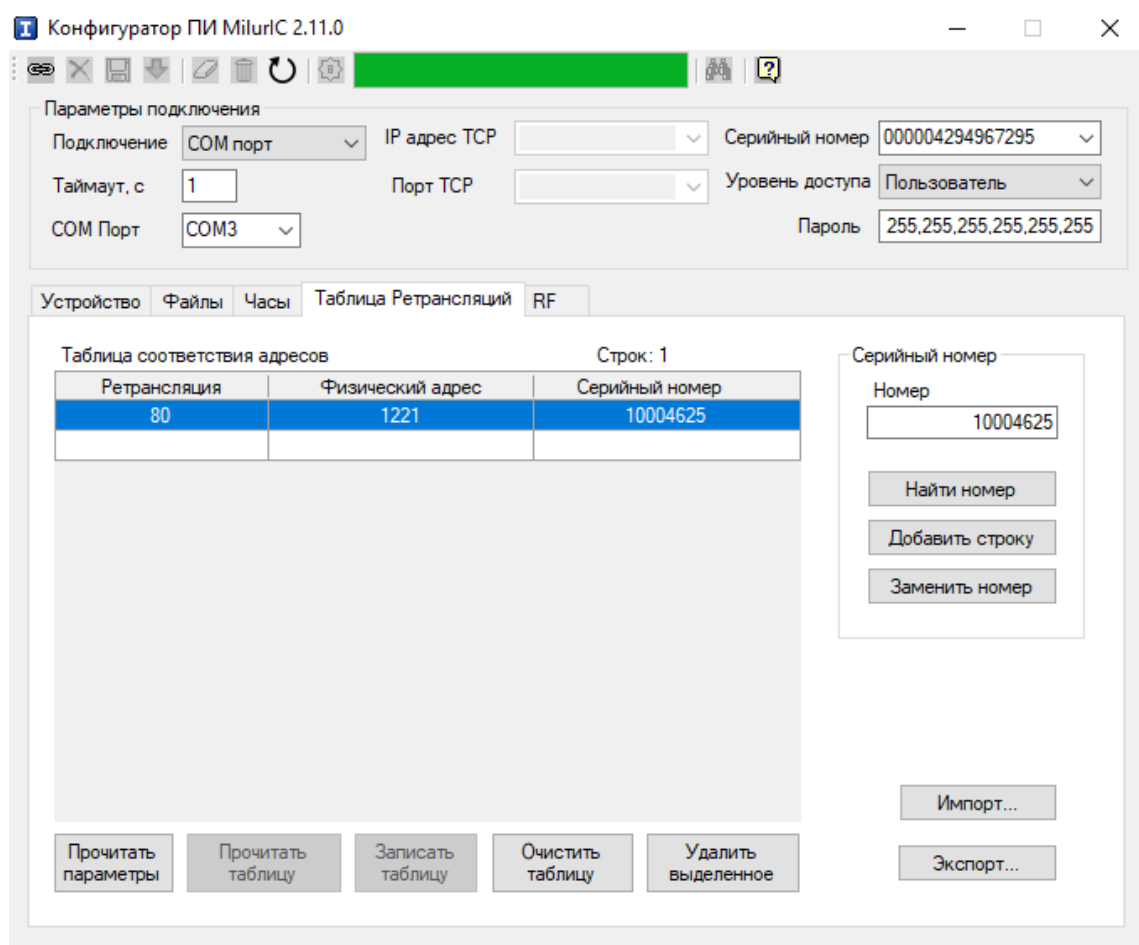

Рисунок 40
- перейти на вкладку «Таблица Ретрансляций» (рисунок 40);